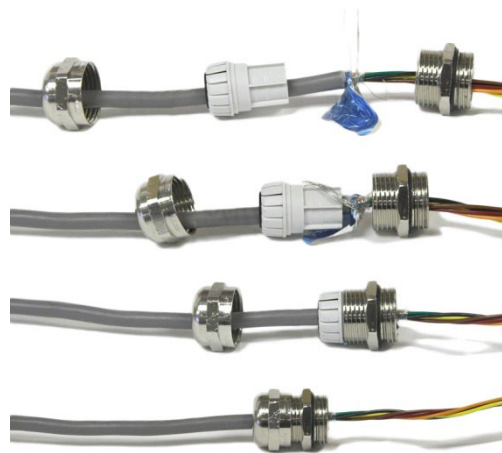

Figura 2-2: Terminación del blindaje en el casquillo
3. Los cables que incluyen blindajes deben tener el blindaje terminado en el casquillo como se muestra en la Figura 2-2. Separe los alambres del blindaje y asegúrese de que haya suficiente alambre de blindaje presente para hacer buen contacto con la parte metálica del casquillo.